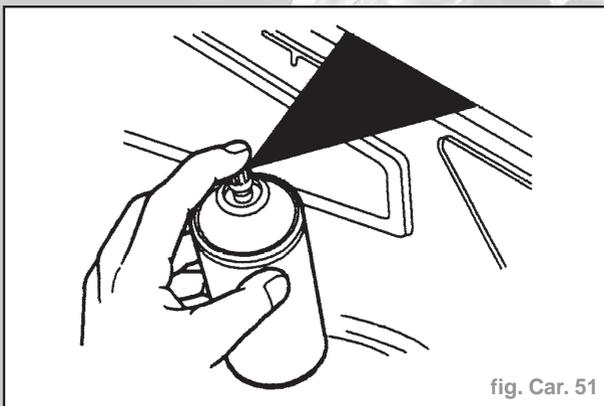

fig. Car. 51
- Placer un apprêt approprié pour soudage de part en part sur les surfaces d'assemblage du panneau à souder, à l'aide d'un pinceau ou d'un aérosol (Fig. Car. 51).